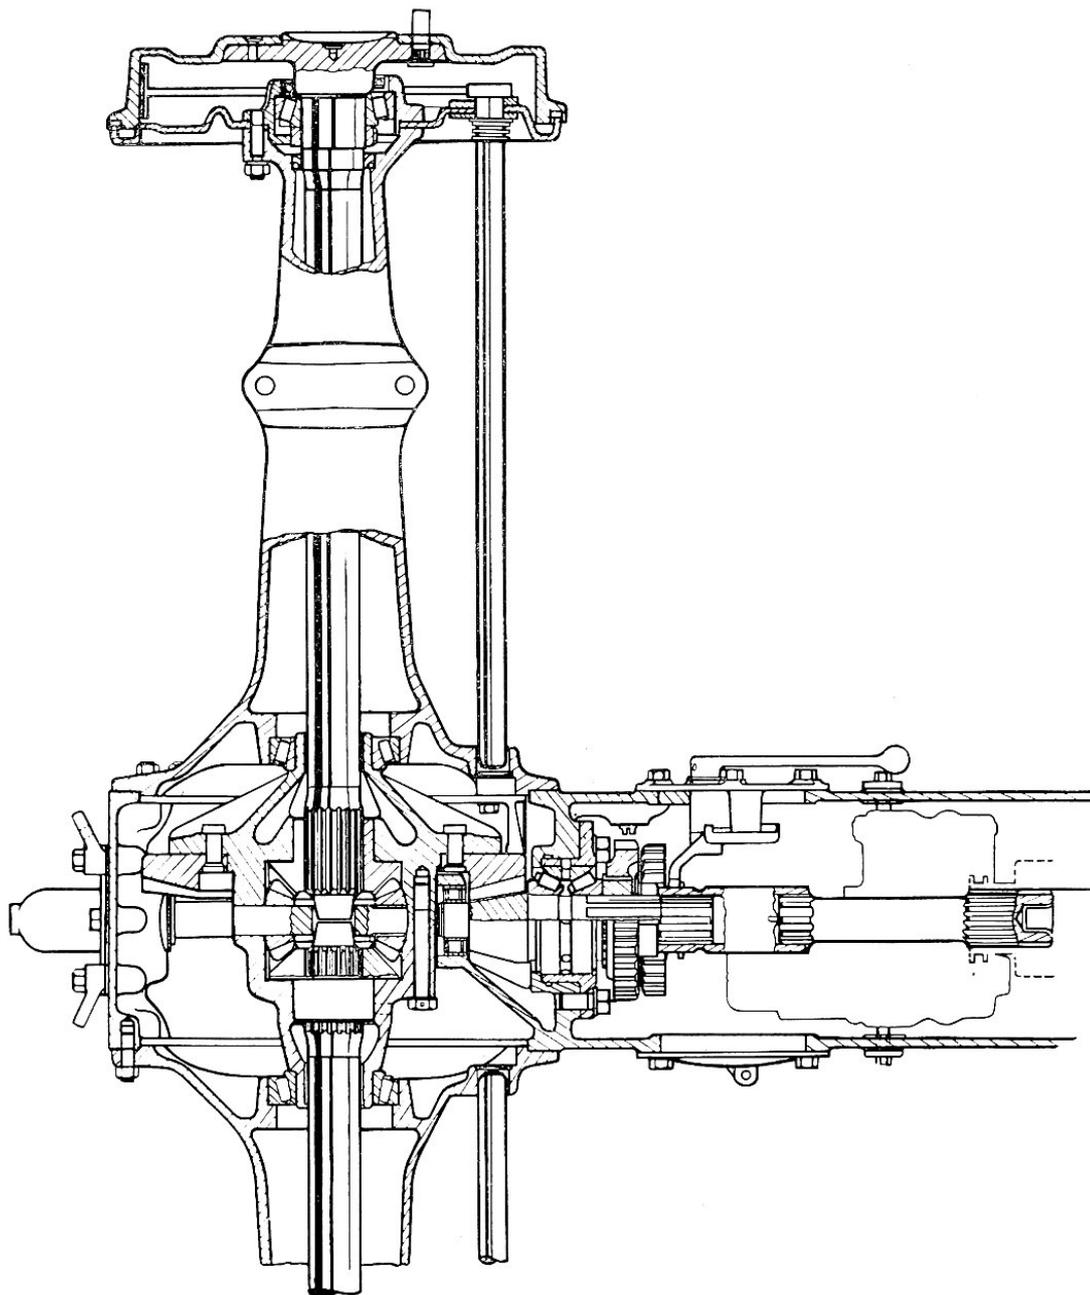

Fig. 1
- 5o Mettre en place, sur les cannelures de l'arbre primaire, le pignon à cannelures internes (fig. 1 et 4, rep. E).